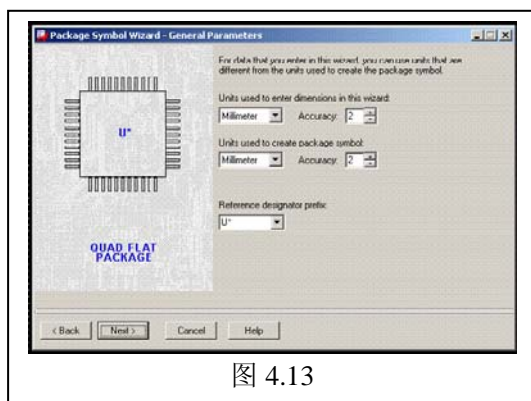

图 4.13
4) 设置单位、分辨率、位号：由于我们使用自定义模板，因此这些设置从上一步继承下来。如果你的设置与图 4.13 不一样，请照单修改。